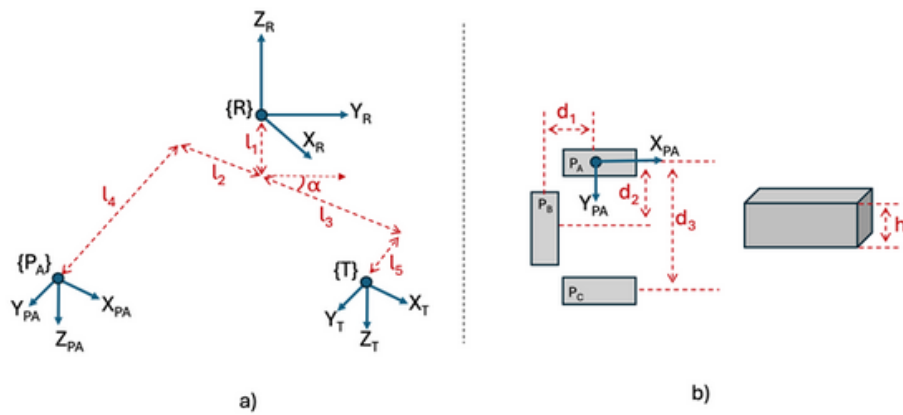

Figura 2.4. Modelo geométrico de la tarea
1. Definir el modelo geométrico de la tarea, que se detalla en la Figura 2.4 y consta de la posición inicial de la pieza A definida por el sistema de coordenadas y la localización de destino, definida por el sistema de coordenadas . Para ello, sabiendo que ambas se encuentran referidas al sistema de coordenadas asociado a la base del robot , programar, con la función TRANSFORM(), la localización inicial y la de destino .